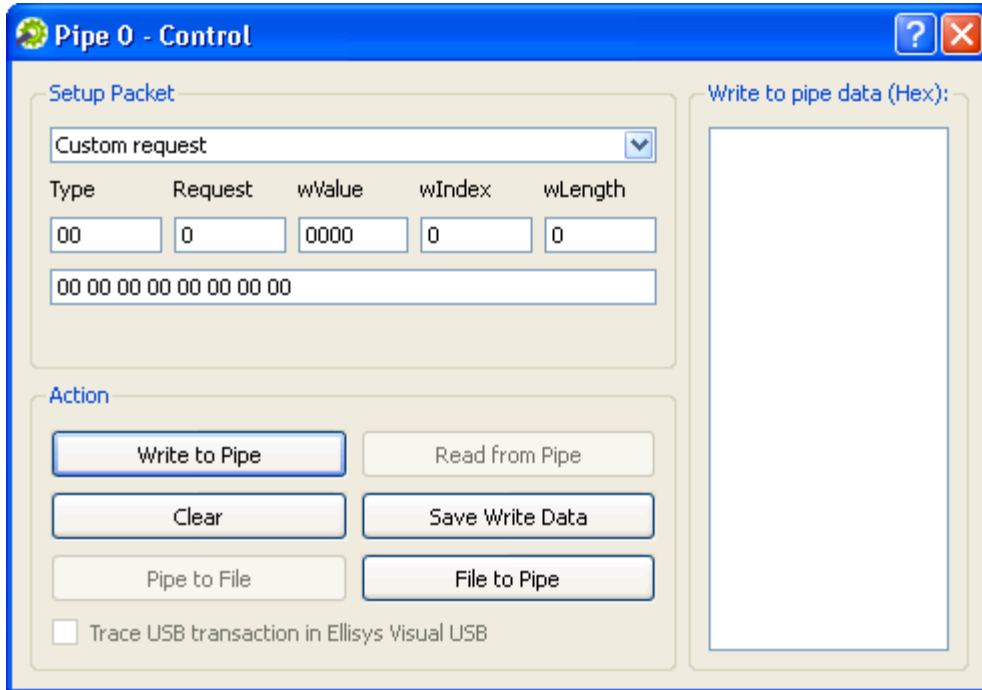

図 9.3: カスタム要求
- カスタム要求の場合: 必要なセットアップ パケット フィールドを入力します。データ ステージを含む書き込みトランザクションの場合、[Write to pipe data (Hex)] フィールドにデータを入力します。必要なトランザクションに応じて、[Read From Pipe] または [Write To Pipe] を選択します (図 9.3 を参照してください)。